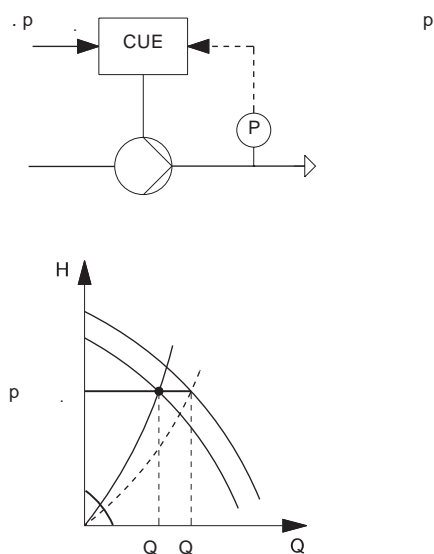

Рис. 115 Регулирование по постоянному давлению
Контроллер PID сравнивает требуемое установленное значение ($p_{уст.}$) с фактическим значением (p), измеренным датчиком (P). См. рис. 115.